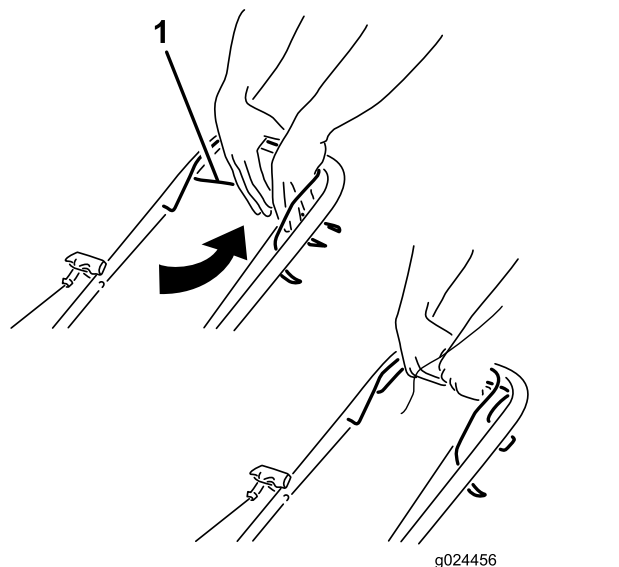

図 16
- 自走を開始するには自走バーをハンドルに押し付けるように握り込む 図 16。